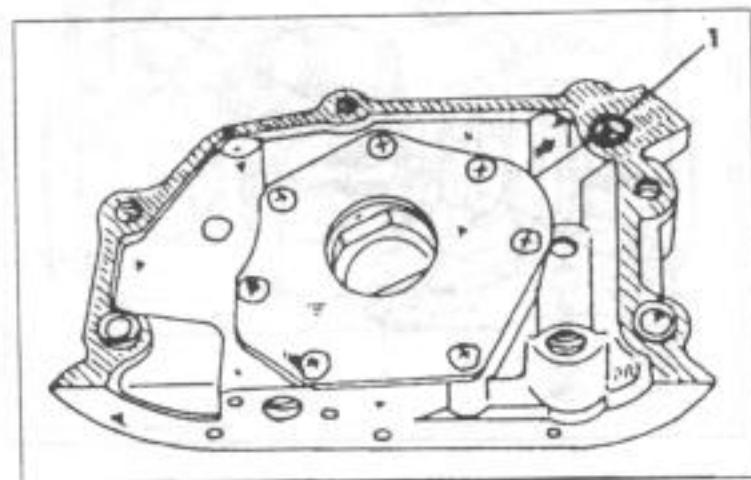

Рис. 115.
- Пользуясь рис. 115, смазать жиром новое "O"-образное уплотнительное кольцо и вставить в отверстие в углу насоса.
- Подобно тому, как это показано на рис. 115, смазать "О"-образное уплотнительное кольцо жиром и вставить в отверстие в углу насоса.